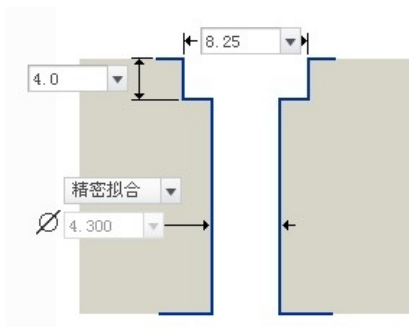

图 3.13.13 沉头螺钉过孔
- 在操控板中单击，再单击形状按钮，则螺孔形式如图 3.13.13 所示。